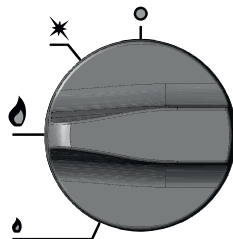
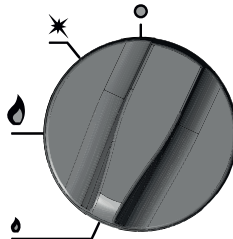

Bild 8. Einstellung des Drehknopfes bei der der Brenner mit voller Leistung funktioniert.
Bild 9. Einstellung des Drehknopfes bei der der Brenner mit minimaler Leistung funktioniert (etwa 1/3 der Maximalleistung).
- Den Drehknopf (mit einer Bewegung gegen den Uhrzeigersinn) in die Position Vollflamme drehen (Bild 8), damit der Hauptbrenner angezündet wird (dieser wird durch den Pilotbrenner angezündet). Als nächstes, den Drehknopf weiter in dieselbe Richtung drehen, wodurch man eine Sparflamme erhält (Bild 9). Der Hauptbrenner wird nicht angezündet, wenn der Pilotbrenner nicht brennt und nicht den Gasaustrittssensor aufwärmt. Im Falle einer momentanen Unterbrechung der Flamme wird der Gasaustrittssensor das Absperren des Gaszuflusses zu dem Brenner verursachen.